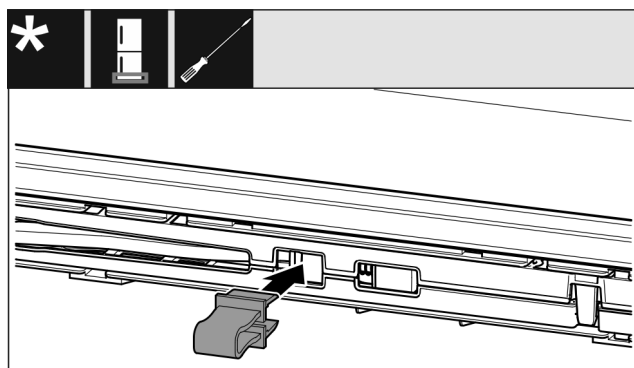

Fig. 14
► Innestare il fusibile nell'apertura. (vedere Fig. 14)